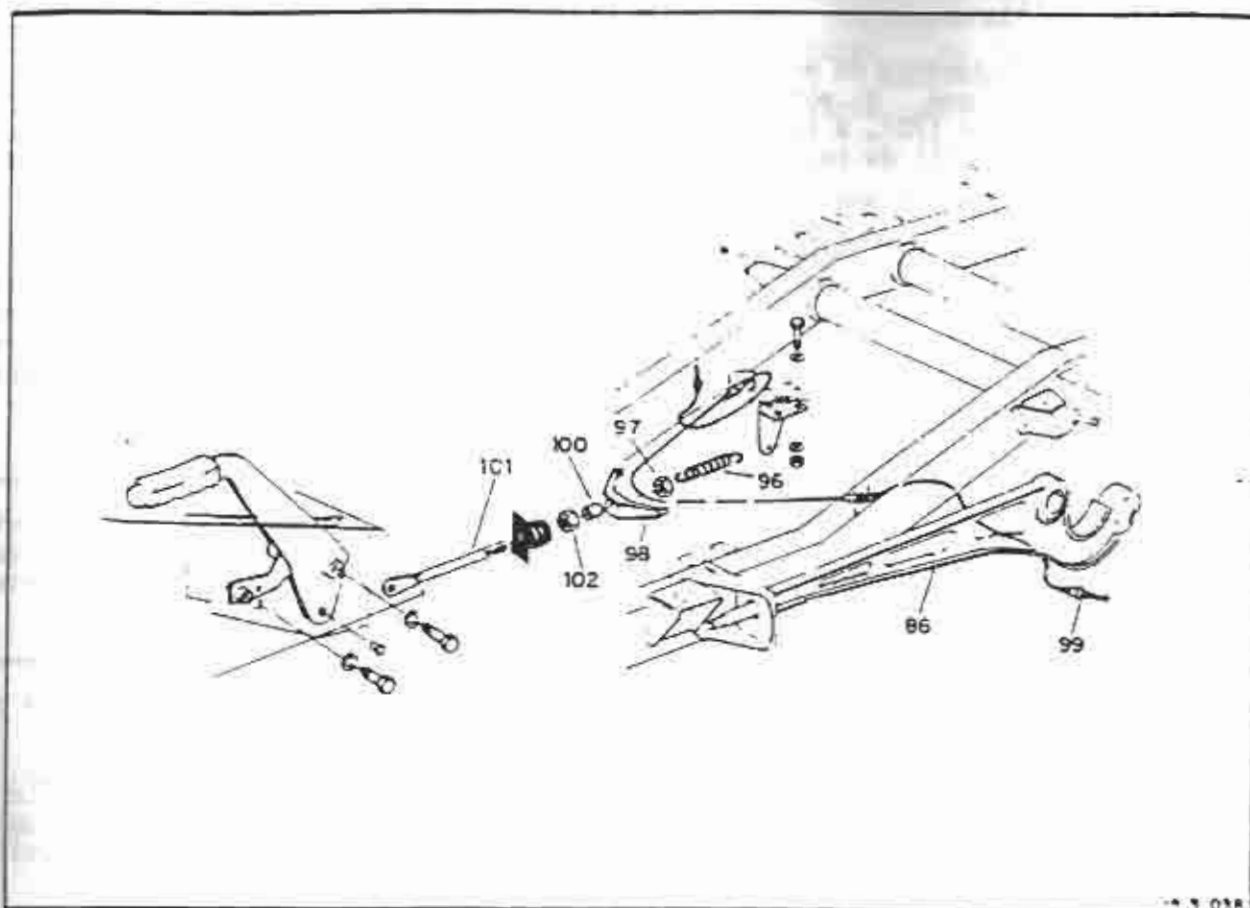

FIGURA 5
8. Desconectar de ambos os lados o cabo de aço (99) do freio de estacionamento e removê-lo do interior da parte oca das barras longitudinais (86). Ver figura 5.
9. Abaixar ou levantar o macaco hidráulico (tipo jacaré) até que se elimine a tensão nos coxins (79) (87).
10. Retirar o contra-pino (76) e descartá-lo.
11. Soltar e retirar a porca auto-travante (77), a arruela lisa (78) e o parafuso (79).
12. Soltar e retirar a porca auto-travante (80), a arruela lisa (81) e o parafuso (82).
13. Soltar e retirar a porca auto-travante (83), a arruela lisa (84) e o parafuso (85).
14. Descartar as porcas auto-travantes (80) (83).
15. Retirar a barra longitudinal (86) em conjunto com o coxim (87), a arruela lisa (88) e as buchas (89) de sob o veículo.
16. Retirar o coxim (87) e a arruela lisa (88) da barra longitudinal (86).
18. Caso seja necessária a substituição dos coxins (89), os mesmos devem ser desmontados da barra longitudinal (86), utilizando-se um tubo com um diâmetro ligeiramente menor que o diâmetro externo das buchas dos coxins (89) e uma prensa hidráulica ou um mandril.